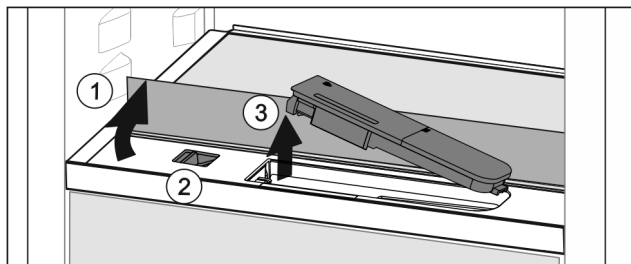

Fig. 45
- ▶ Повдигнете стъклената плоча и я завъртете до ограничителя назад Fig. 45 (1).
- ▶ Преместете плъзгача Fig. 45 (2) наляво.
- ▶ Извадете резервоара за вода Fig. 45 (3).